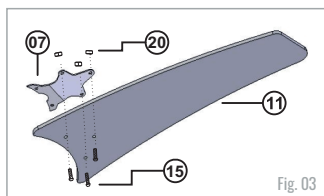
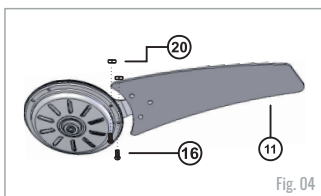

Fig. 03
Fig. 04
Fixar a garra (07) a pá (11) do ventilador com os parafusos (15) e porcas (20) conforme fig. 03. Observe que a garra deve ficar por cima da pá.
1º - Fixe o conjunto de garra e pá (já fixado conforme fig. 03), no motor conforme fig. 04;